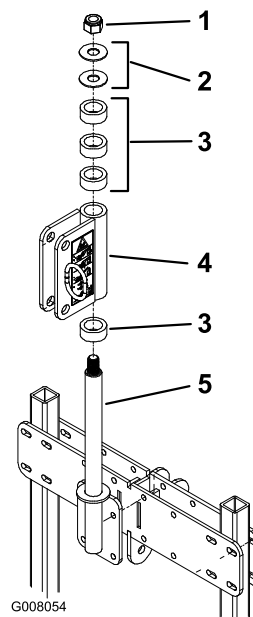

Figura 11
10. Coloque un espaciador cilíndrico y el enganche pivotante sobre el conjunto del pivote (Figura 11).
11. Coloque 3 espaciadores cilíndricos y 2 arandelas sobre el conjunto del pivote. Termine el montaje con una contratuerca de 1 pulgada (Figura 11).